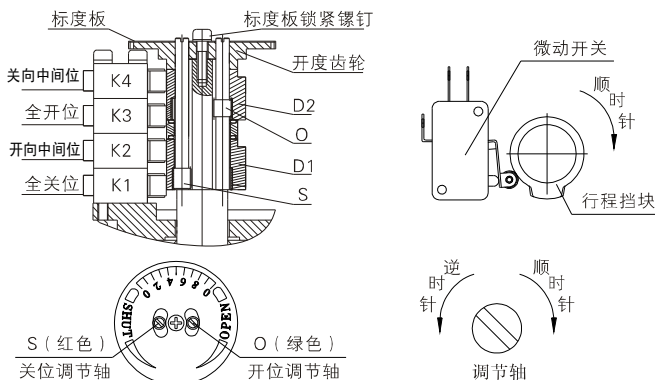
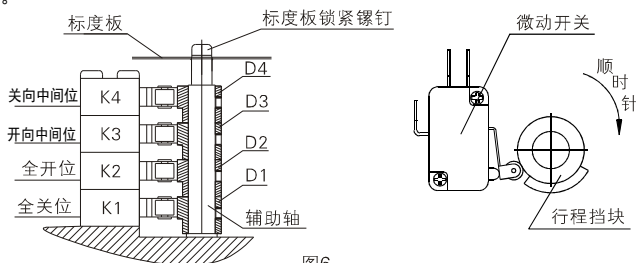

图5
图6
1、微量调节式电气限位的调整（图5）
- ①全关位调整：先用手柄驱动阀门至全关位，松开标度板锁紧螺钉，调整标度板，使指针指向刻度线0（SHUT向），并拧紧标度板锁紧螺钉。再用2mm内六角扳手顺时针方向调整关位调节轴S，带动行程挡块D1顺时针旋转触发K2、K1依次动作并发出响声，在K1动作并发出响声时停止调整关位调节轴S。
- ②全开位调整：先用手柄驱动阀门至全开位，使指针指向刻度线0（OPEN向），再用2mm内六角扳手逆时针方向调整开位调节轴O，带动行程挡块D2逆时针旋转触发K4、K3依次动作并发出响声，在K3动作并发出响声时停止调整开位调节轴O。
2、中间位置机型电气限位的调整（图6）
- ①D1调整：用手柄驱动阀门至全关位，松开标度板锁紧螺钉，调整标度板，使指针指向刻度线0（SHUT向），并拧紧标度板锁紧螺钉。松开行程挡块D1上的固定螺钉，顺时针方向转动D1使之与对应的微动开关K1刚刚发出动作响声时，停止转动D1并将D1的螺钉锁紧，固定行程挡块D1。
- ②D2调整：再用手柄驱动阀门至全开位，使指针指向刻度线0（OPEN向），松开行程挡块D2上的固定螺钉，逆时针方向转动D2，使之与对应的微动开关K2刚刚发出动作响声时，停止转动D2并将D2的螺钉锁紧，固定行程挡块D2。
- ③D3调整：用手柄驱动阀门至全开位后，再用手柄顺时针驱动阀门往关向运行2°，然后松开行程挡块D3上的固定螺钉，逆时针方向转动D3，并使K3动作发出响声，再锁定D3。
- ④D4调整：用手柄驱动阀门至全关位后，再用手柄逆时针驱动阀门往开向运行2°，然后松开行程挡块D4上的固定螺钉，顺时针方向转动D4，并使K4动作发出响声，再锁定D4。
- ①按控制盖内粘贴的控制回路图正确接通线路，确认无误后，打开电源。
- ②开关投向“关”，执行机构驱动阀门向关闭方向（顺时针）运行，直到全关位微动开关K1动作，电动执行机构停转。
- ③开关投向“开”，执行机构驱动阀门向全开方向（逆时针）运行，直到全开位微动开关K3动作（图5中K3动作，图6中K2动作），电动执行机构停转。
- ④经过以上调整，如果开度计指示状态与阀门实际位置不符，可松开标度板中央固定螺钉重新调整标度板位置使阀门指示正确。